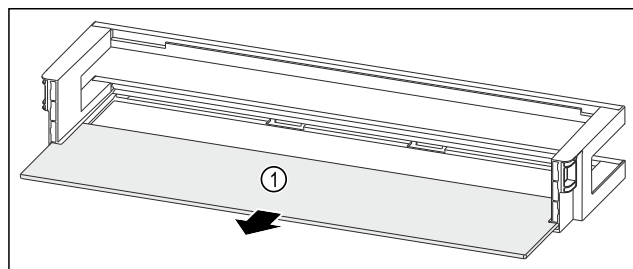

Fig. 257 Polica u vratima s policom za odlaganje
- Izvadite policu Fig. 257 (1).